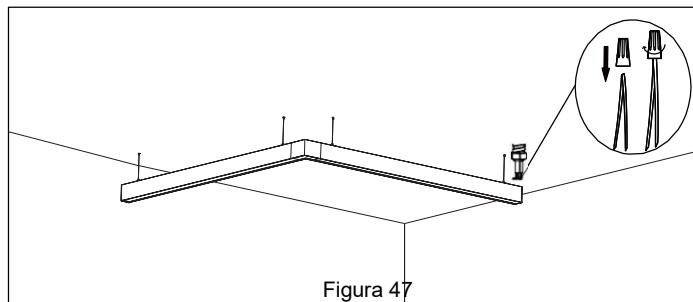

Figura 47
- Abre la cubierta desde el extremo 1. Haz las conexiones del cableado según el Diagrama de Cableado. *Ver Figura 47.*